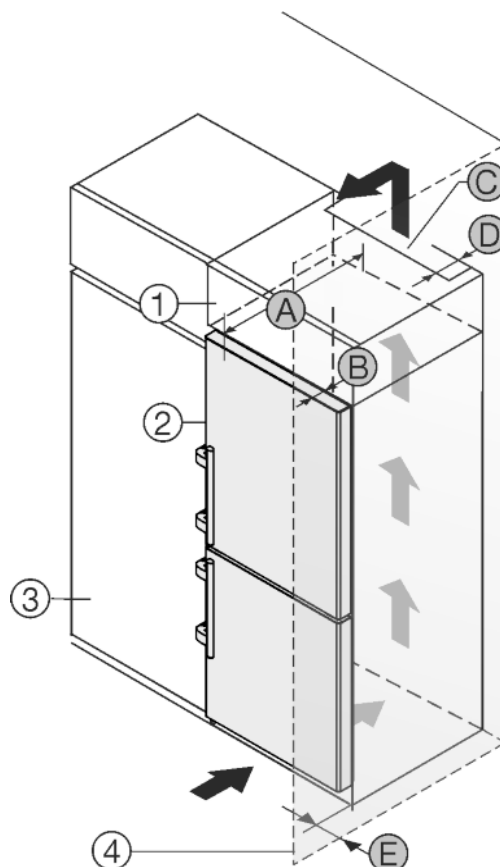

Fig. 11
Urządzenie może zostać obudowane szafkami kuchennymi. Aby dopasować urządzenie *Fig. 11 (2)* do wysokości ciągu szafek kuchennych, można nad urządzeniem umieścić szafkę nasadzaną *Fig. 11 (1)*.
Urządzenie można ustawić bezpośrednio obok szafki kuchennej *Fig. 11 (3)*. By móc całkowicie otworzyć drzwi, urządzenie musi wystawać przynajmniej o głębokość *Fig. 11 (B)* za front szafki kuchennej. W zależności od głębokości szafek kuchennych oraz od zastosowania elementów dystansowych urządzenie może wystawać jeszcze bardziej.
- Na tylnej ścianie szafki nasadzonej wymagany jest wywiewny kanał wentylacyjny o głębokości *Fig. 11 (D)* na całej szerokości szafki.
- Pod sufitem pomieszczenia należy zachować przekrój odpowietrzający *Fig. 11 (C)*.
Jeżeli urządzenie będzie ustawiane z zawiasami do ściany *Fig. 11 (4)*, to pomiędzy urządzeniem i ścianą należy zachować odstęp *Fig. 11 (E)*. Na taką odległość wystaje klamka przy otwartych drzwiach.